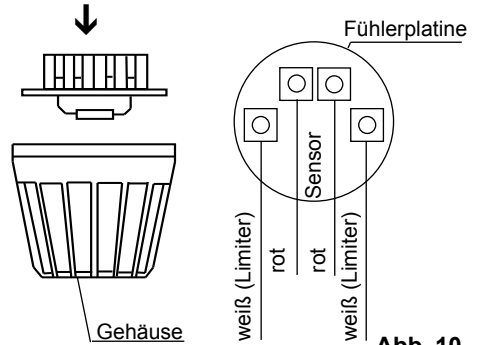

Abb. 10
- Die Leitungen für den Begrenzer (weiß) und den Temperaturfühler (rot) gemäß Abb. 10 an der Fühlerplatte anklammern: Die Fühlerplatte anschließend in das Gehäuse einrasten.